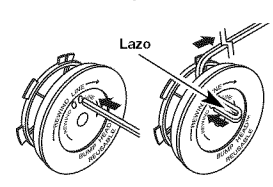

Fig. 17
8. Tome aproximadamente 10 pies (3 m) de nueva línea de corte. Inserte un extremo de la línea a través de uno de los orificios del carrete interior (Fig. 17). Pase la línea a través del carrete interior hasta que queden sólo 4 pulgadas fuera.
9. Inserte el extremo de la línea en el orificio abierto del carrete interior y tire de la línea en forma ajustada a fin de que el lazo sea lo más pequeño posible (Fig. 17).